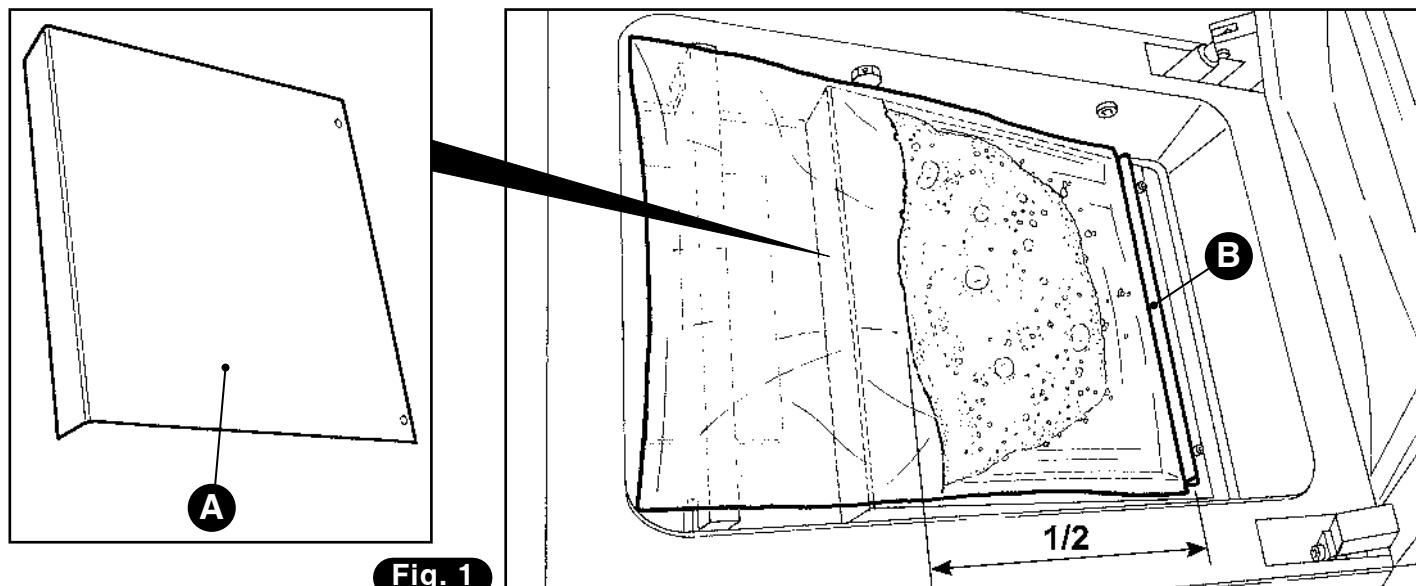

Fig. 1
- 3) Introducir en la campana la bolsa que contiene el líquido a envasar, cuidando no llenarla más allá de la mitad (1/2) (Fig. 1). Apoyarla en posición central sobre la barra soldadora, de manera que el borde abierto sobresalga al menos en la medida de 20 mm respecto de la barra misma.